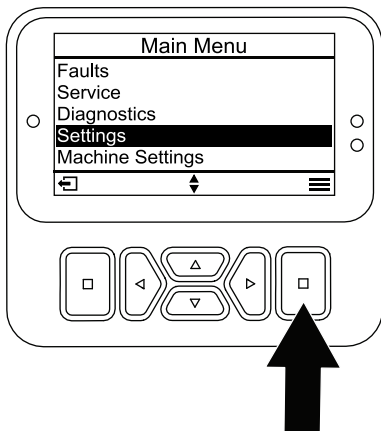

Figura 2
1. Dal MAIN MENU (MENU PRINCIPALE), scorrete verso il basso fino al menu SETTINGS (IMPOSTAZIONI) e premete il pulsante seleziona (Figura 2).